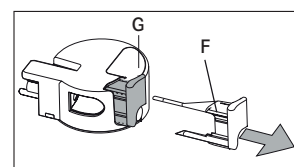

Rys. 45
- ▶ Wyciągnij wylewkę mleka i rurkę ssącą (Rys. 45).